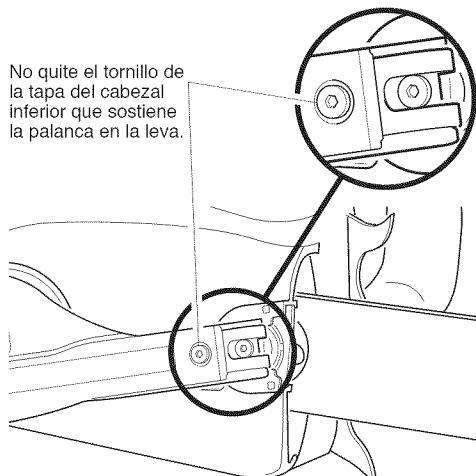

Figura 15 - Ubicación del montaje del tornillo de leva y de la palanca
4. Con una llave allen 5/32 pulgadas, afloje y retire el perno allen cabeza cilíndrica que sujetla la palanca y la tapa de la rueda dentada al cuerpo de la sierra. **Nota:** No quite el tornillo de la tapa del cabezal inferior que sostiene la palanca en la leva (vea la Figura 15).